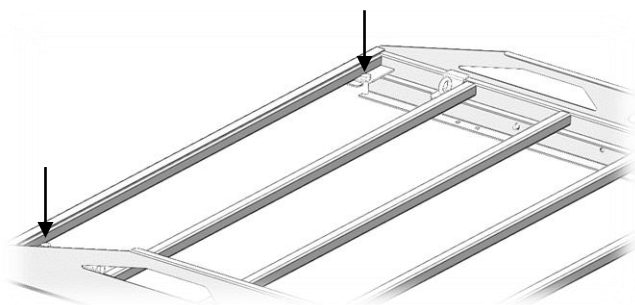

Рис.4
7. Закрепить багажник рым-болтами М8 (4 точки). Ввернуть болты-ограничители в передней части багажника (рис.4).